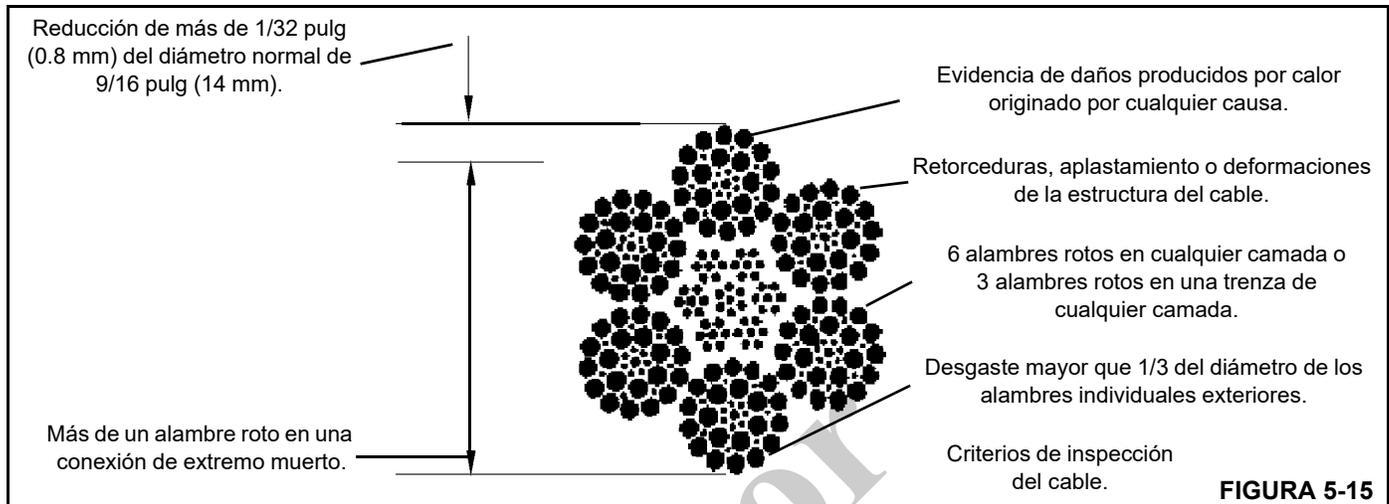

FIGURA 5-15
1. **Cable** — Inspeccione si existe daño, corrosión o desgaste en el cable. Lleve un registro de cada inspección. Cambie el cable si se presenta alguna de las condiciones que se indican en la Figura 5-15.